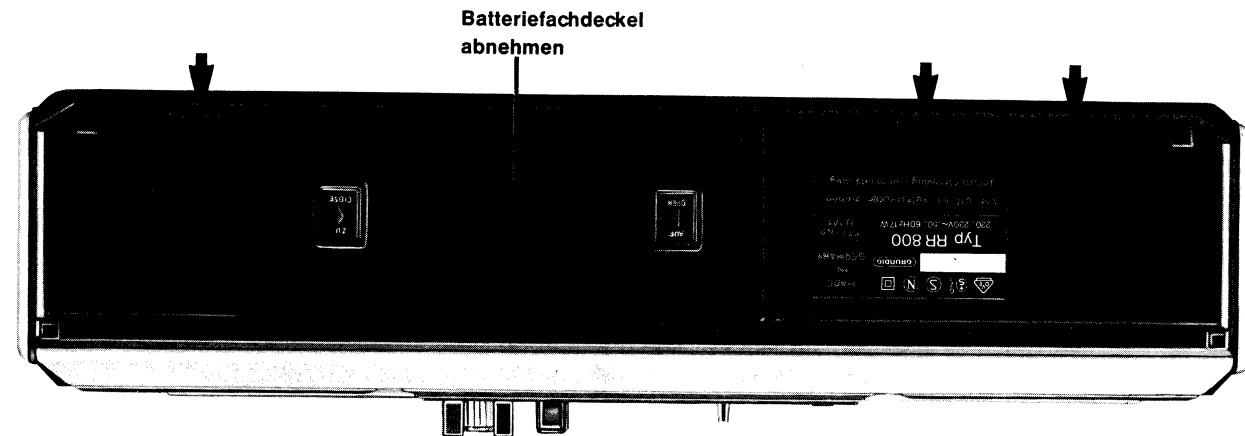

Bild 1
1.1 Rückwand abnehmen [Bild 1]